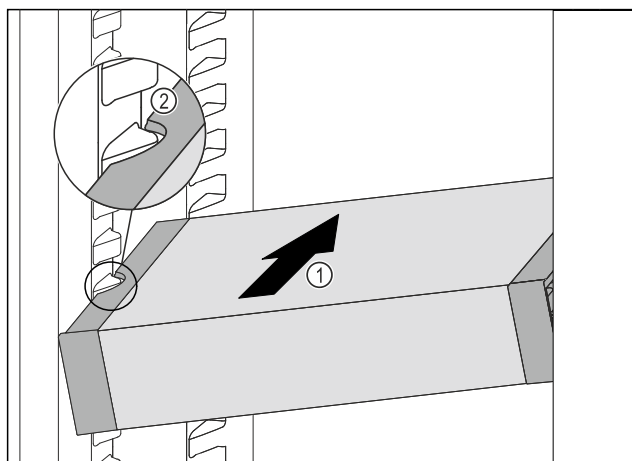

Fig. 114
- VarioSafe wsunąć ukośnie do chłodziarki Fig. 114 (1), aż boczne wycięcia Fig. 114 (2) VarioSafe będą się znajdować na wysokości żeber pojemnika w chłodziarce.